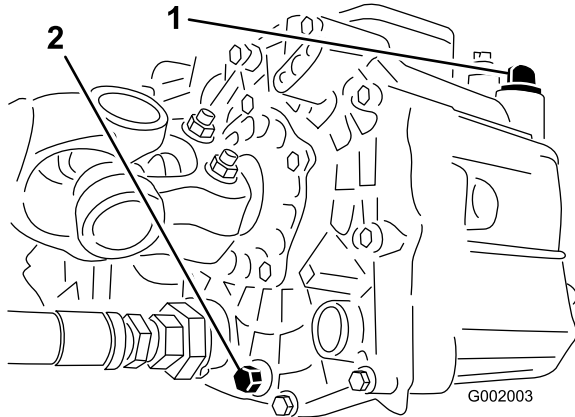

Figura 62
3. Retire el tapón de vaciado del lado del depósito y deje que se drene el aceite hidráulico al recipiente (Figura 62).